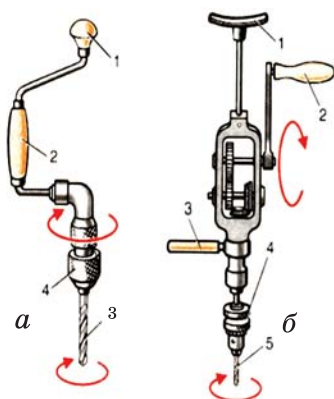

Рис. 3. Инструменты для сверления:
Каждое сверло на своей торцевой рабочей части обычно имеет две режущие кромки. Режущими кромками при сверлении подрезаются волокна древесины, и ее частички в виде стружек выходят наружу через винтовые канавки. Хвостовая часть сверла служит для крепления его в патроне коловорота или механической ручной дрели (рис. 3). Эти инструменты предназначены для вращения сверла.
Коловорот (рис. 3, а) состоит из упора (1), рукоятки вращения (2), сверла (3), патрона (4), в котором крепится сверло.
Механическая дрель (рис. 3, б) состоит из упора (1), рукоятки вращения (2), рукоятки захвата (3), патрона (4), сверла (5). В механической дрели имеется зубчатый механизм, который передает вращение от рукоятки к патрону.